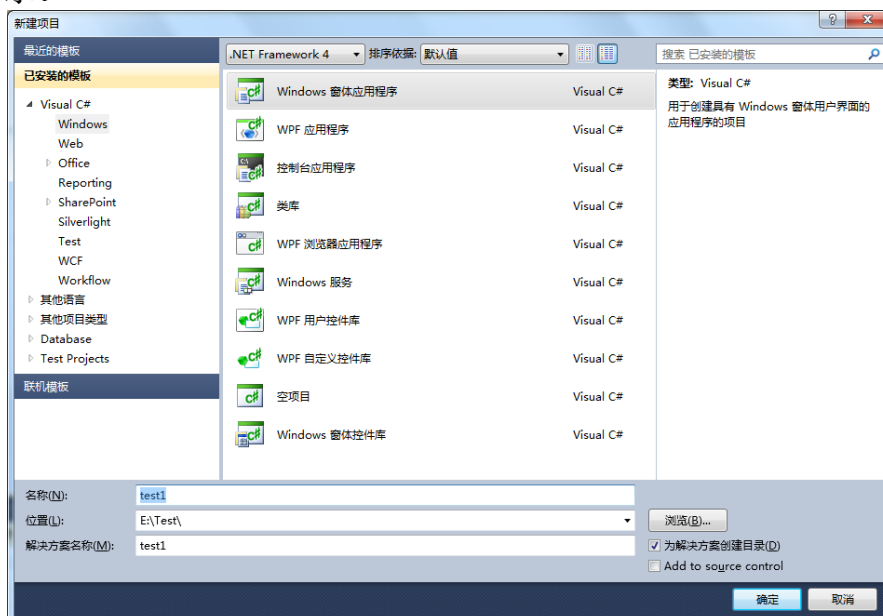
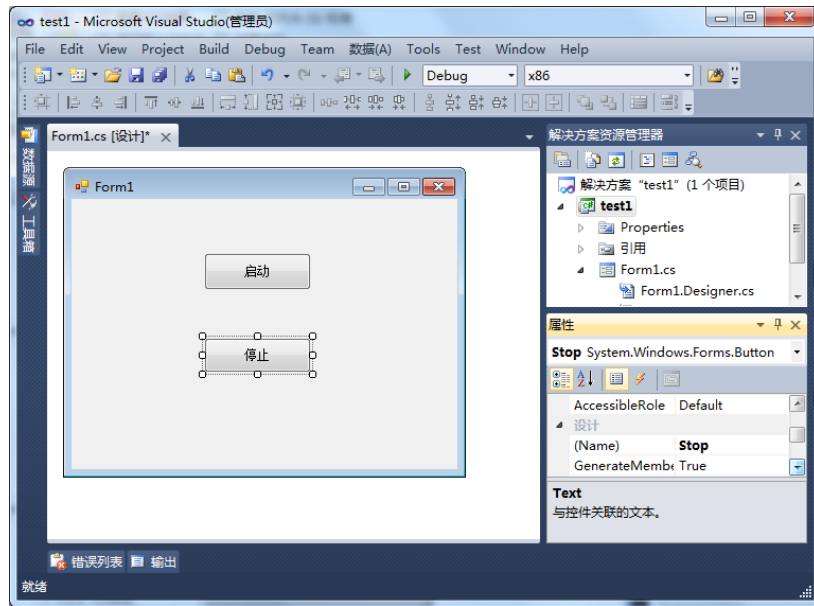

图 6.12 新建 Windows 窗体应用程序
图 6.13 修改对话框
2) 打开 C#，新建一个“Windows 窗体应用程序”，并将名称修改为“test1”，如图 6.12 所示。在对话框上添加按钮“启动”和“停止”，并将其名称分别修改为“Start”和“Stop”，如图 6.13 所示。